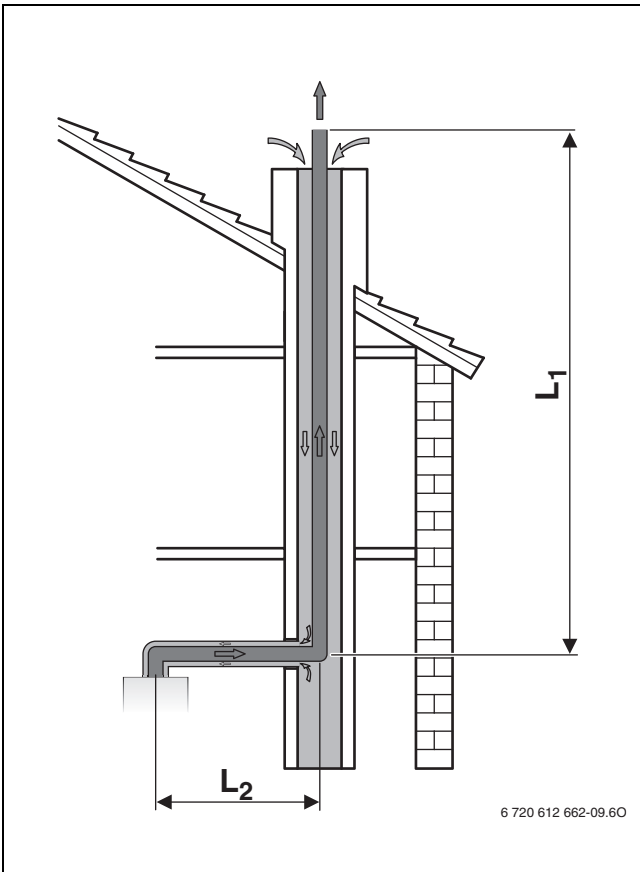

Рис. 11 Дымовая труба в шахте по C93
- Если воздух для горения проходит по шахте в противоположном к потоку дымовых газов направлению (→ рис. 11), шахту нужно чистить.